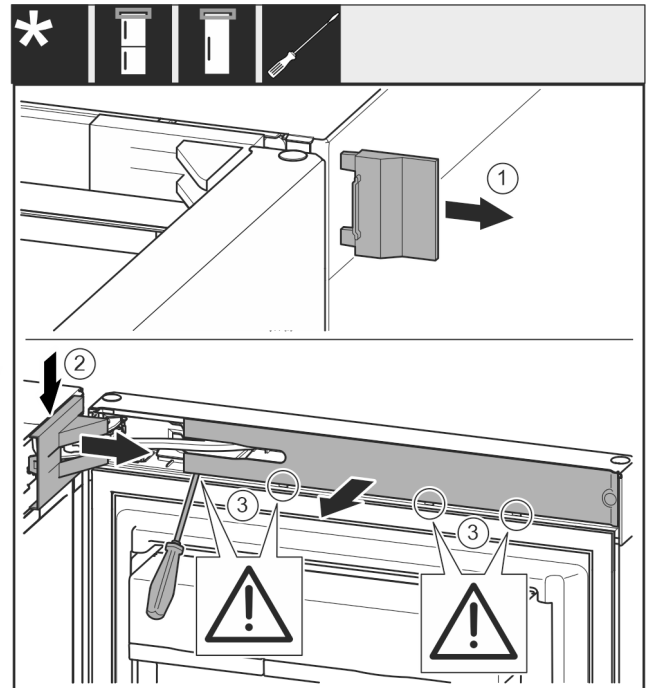

Fig. 8
- ▶ Hiqni kapakun mbulues të jashtëm. Fig. 8 (1)
- ▶ Nxirrni nga foleja kapakun mbulues të bazamentit mbështetës dhe lirojeni. Hiqni kapakun mbulues të bazamentit mbështetës. Fig. 8 (2)
- ▶ Nxirrni nga foleja shiritin mbulues me një kaçavidë dhe shtyjeni anash. Fig. 8 (3)